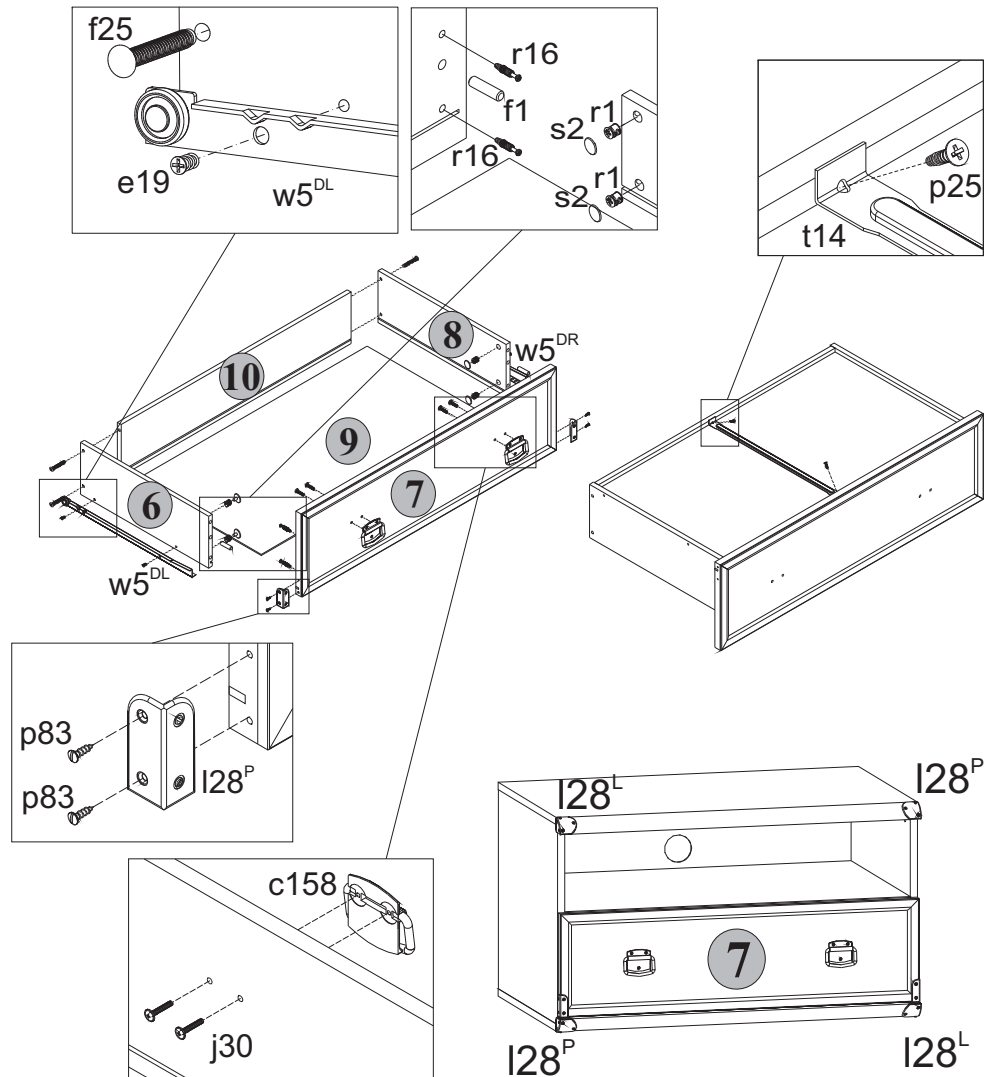

Рис. 3
5.12 В отверстия диаметром **8 мм** на передних кромках стенок боковых **6** и **8** корпуса выдвижного ящика вбить деревянные шканты **f1** (**см.рис.3**).
5.13 В отверстия диаметром **15 мм** на внутренних поверхностях стенок боковых **6** и **8** корпуса выдвижного ящика вставить стяжки эксцентровые **r1** (**см.рис.3**).
5.14 В отверстия диаметром **5 мм** на внутренней поверхности панели передней **7** ящика выдвижного с помощью крестообразной отвертки вкрутить винты стяжки **r16** (**см.рис.3**).
5.16 Соединить панель переднюю **7** с корпусом ящика выдвижного и затянуть стяжки эксцентровые **r1**, пользуясь специальным ключом **z1**. Закрыть стяжки эксцентровые заглушками **s2** (**см.рис.3**).